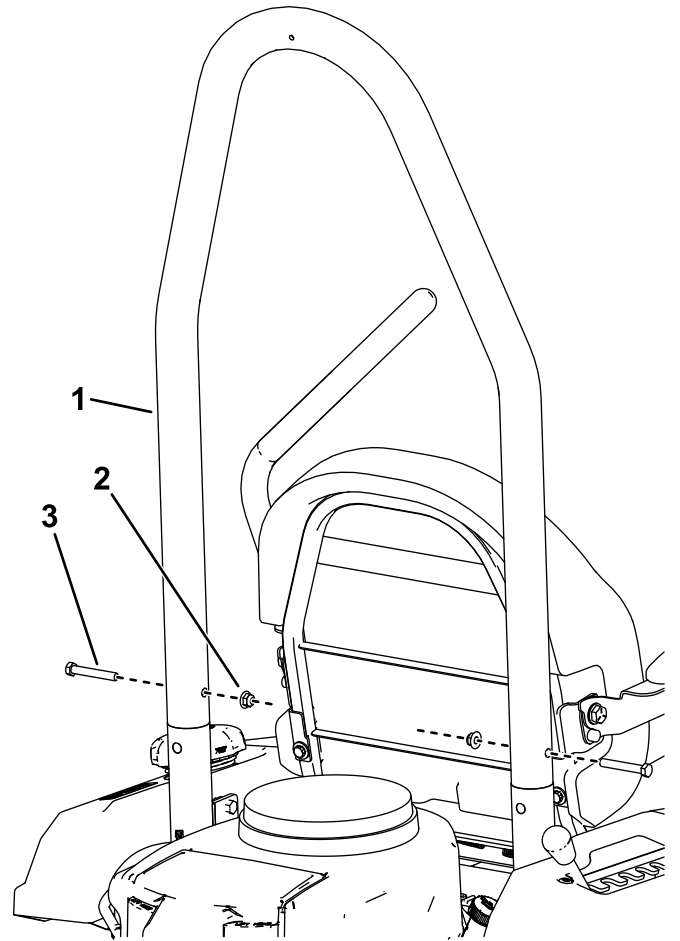

Figure 12
4. L'angle du tube du ROPS étant dirigé vers l'avant de la machine, fixez le tube sur les supports du ROPS à l'aide de 2 boulons ($\frac{3}{8}$ " x $2\frac{1}{2}$ ") et 2 contre-écrous ($\frac{3}{8}$ "), comme montré à la Figure 12.